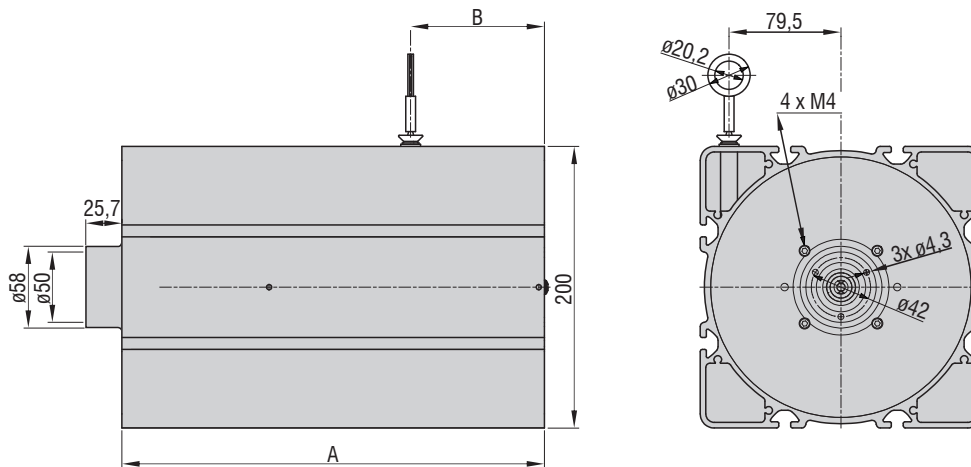

Abb. 7 Baureihe WDS-P200-M, Abmessungen in mm
- Baureihe P200: 4x M8 DIN 912 und 4 Nutensteine, siehe Abb. 7.